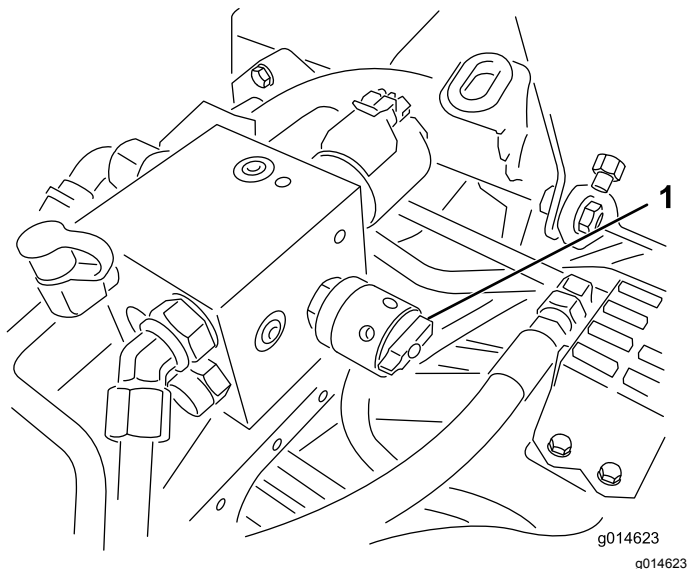

Figura 52
4. Ajuste a velocidade dos cilindros, rode o manípulo (Figura 52) até que as setas indicadoras fiquem alinhadas com o número que determinou no passo 3.
6. Rode o controlo da velocidade dos cilindros para a posição 1 (Figura 52).